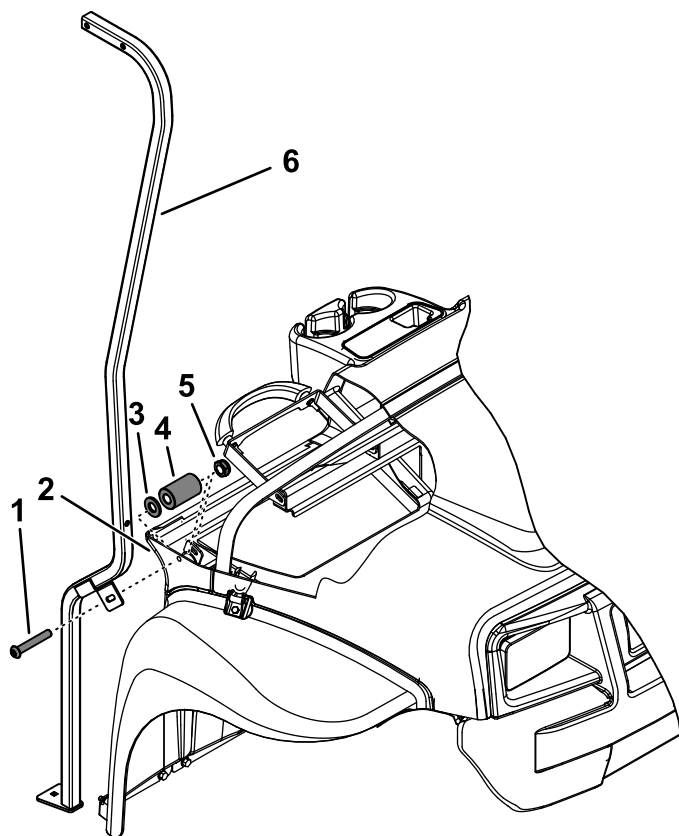

図 5
- A. ダッシュボードとサッシュサポートとの間に、スペーサと平ワッシャ (11/32 インチ)を取り付けて【図 5】。
- B. 六角ソケットボタンヘッド付きねじ5/16 x 2 インチを、日よけサポート、ダッシュボード、ダッシュサポートに通す【図 5】。
- C. フランジナット5/16 インチで、サッシュサポートを日よけサポートに固定する【図 5】。